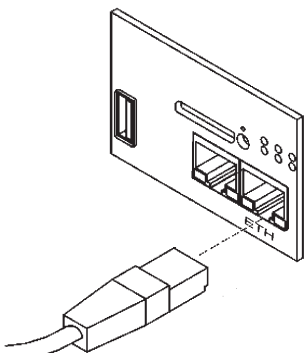

Fig. 11 Inserire il cavo Ethernet nell'ETH.
- Collegare il cavo di collegamento di InfoWINplus al modem GSM (ETH), fig. 11. All'occorrenza il cavo di collegamento Ethernet può essere prolungato con il raccordo allegato e un altro cavo Ethernet.